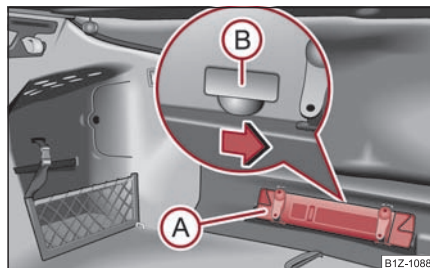

Fig. 45 Descuierea de urgență a capacului portbagajului
- Scoateți triunghiul reflectorizant* (A) ⇒ fig. 45.
- Apăsați maneta de deblocare în sensul indicat de săgeată, pentru a descuia capacul portbagajului. Maneta se găsește sub capacul (B).